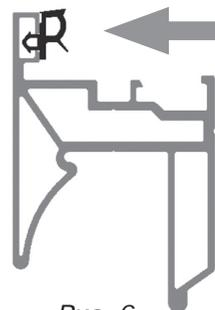

Рис. 6
- установить уплотнительные профили в профили панели (рис.6).